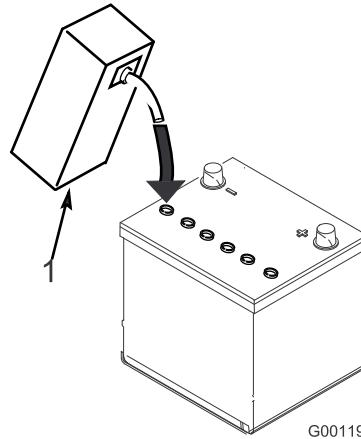

Figura 6
- Llene cuidadosamente cada celda con electrolito hasta que las placas estén cubiertas de aproximadamente 6 mm de fluido (Figura 6).
- Espere aproximadamente 20–30 minutos para que el electrolito penetre en las placas. Rellene según sea necesario para que el electrolito llegue a una distancia de aproximadamente 6 mm del fondo del hueco de llenado (Figura 6).